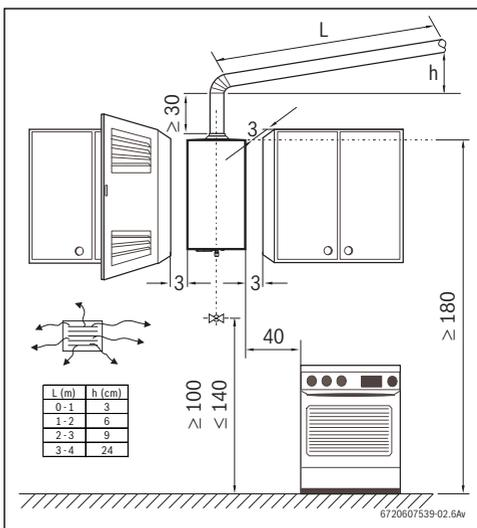

Fig. 11 Espacements minimaux (cm)
- Respecter les espacements minimaux d'installation indiqués dans la fig. 11.